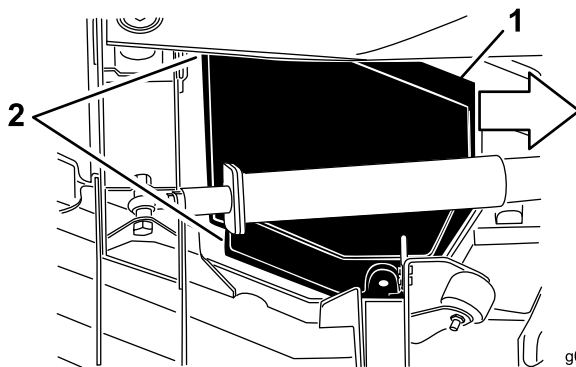

Figura 75
5. Mientras levanta la cubierta, deslícela aproximadamente 2,5 cm hacia la unidad de tracción, para separar el borde exterior de la carcassa (Figura 75).